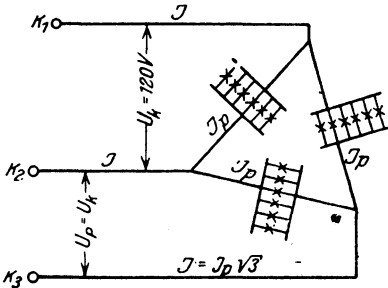

Abb. 185. Lampen in Dreieckschaltung zu Aufgabe 266.
- die Stromstärke in den Lampen, wenn dieselben in Dreieckschaltung verbunden sind, wie Abb. 185 u. 189 zeigt,